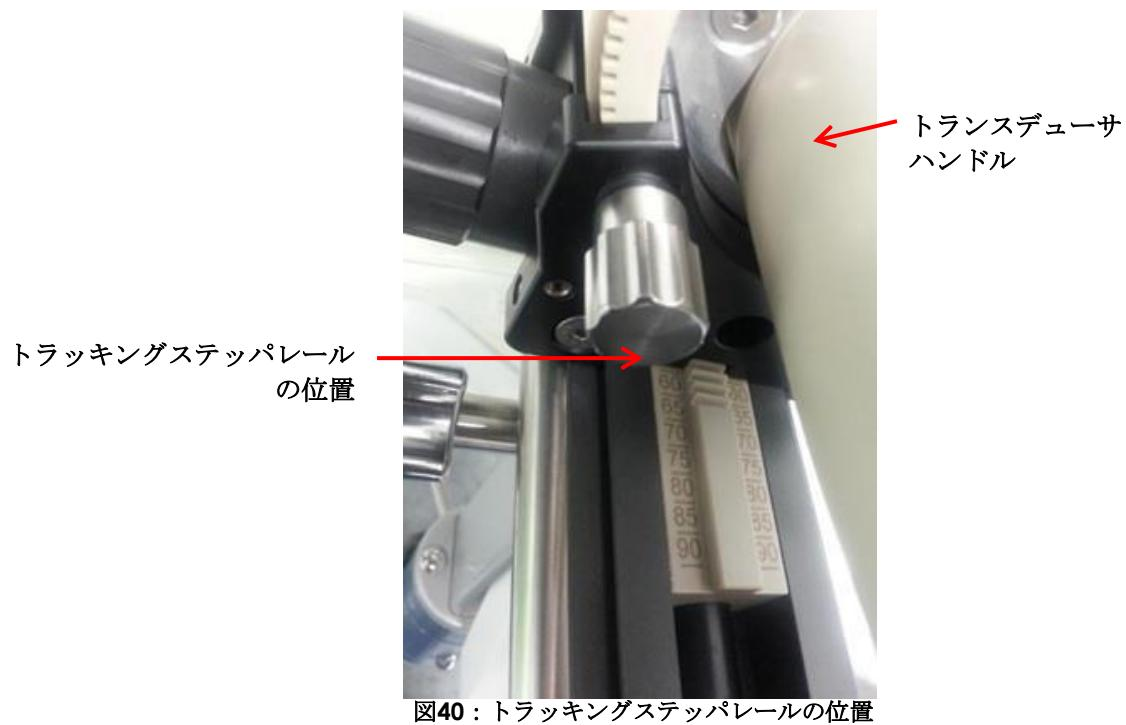

図40：トラッキングステッパレールの位置
- 図40に示すとおり、トランステューサをトラッキングステッパレールに沿って進める。